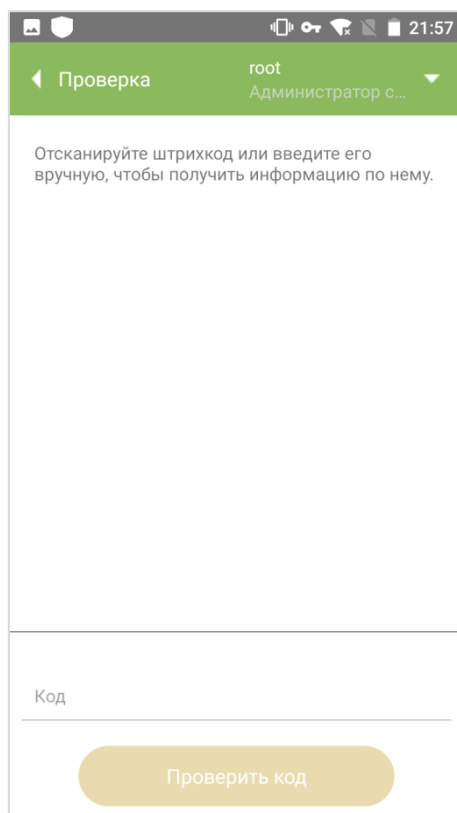

Рисунок 14.1
1. Нажать на иконку «Проверка», откроется окно сканирования кода (Рисунок 14.1).